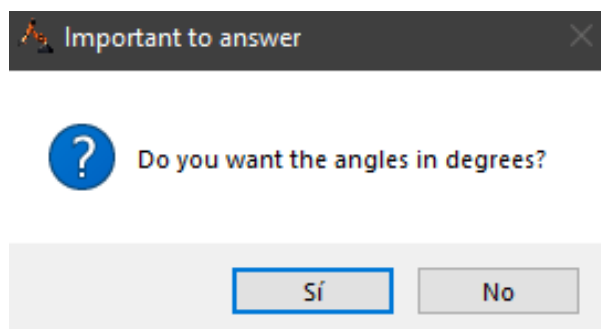

Ilustración 7. Mensaje emergente de la ventana de parametrización de rotaciones
- **GO:** Este botón prácticamente es nuestra ejecución para que nos muestre los resultados del tema relacionado a la ventana. Al presionar este clic y suponiendo que todo lo que ingresamos está bien el programa nos mostrará un mensaje emergente. Que se puede observar la *Ilustración 7. Mensaje emergente de la ventana de parametrización de rotaciones.*